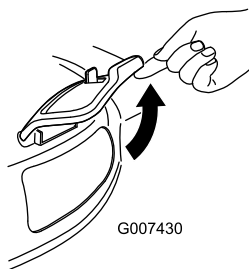

Figura 31
2. Levante la puerta de descarga lateral (**Figura 31**).